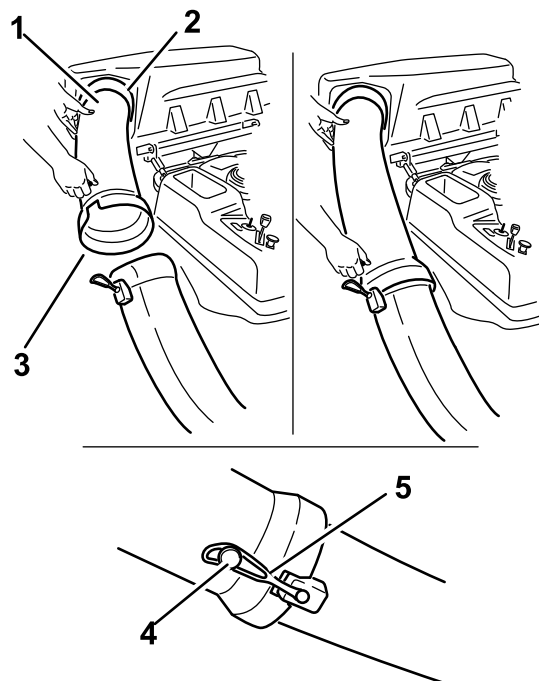

Figura 41
1. Inserite l'estremità curva del tubo di scarico nell'apertura prevista nel coperchio del sistema di raccolta (Figura 41).
2. Fate passare l'estremità svasata del tubo di scarico sopra l'estremità del camino di scarico. Portate il cinghiolo di gomma del camino sopra il grano del tubo di scarico per ancorarlo con sicurezza (Figura 41).